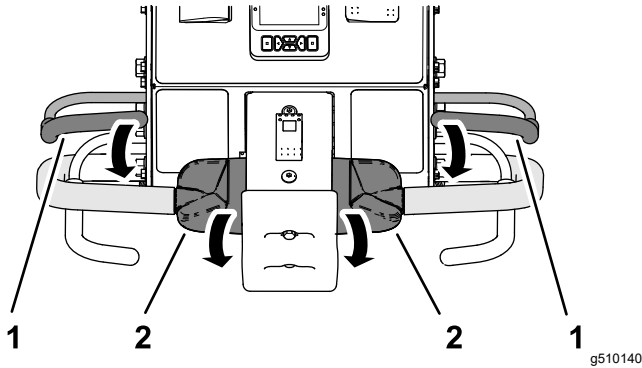

Figura 35
1. Sujete cualquiera de las barras de control de presencia del operador contra el manillar y gire hacia adelante la parte superior del control de tracción (Figura 35).